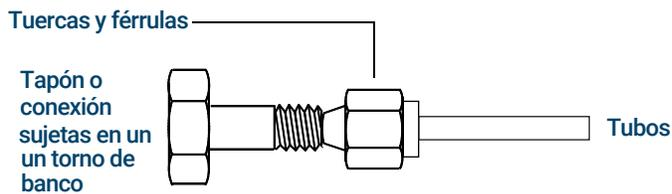

Figura 24. Monte la conexión
- 3 Introduzca la tubería en el tapón de acero inoxidable. Vea la **Figura 24**.